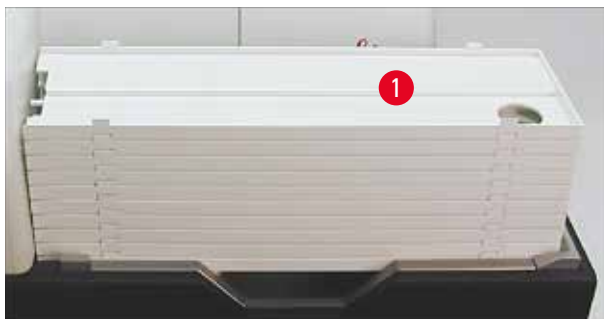

Fig. 39
1. Coloque una pila de tabletas (→ "Fig. 39-1") sobre la mesa elevadora de la estación de descarga (→ "Fig. 39").